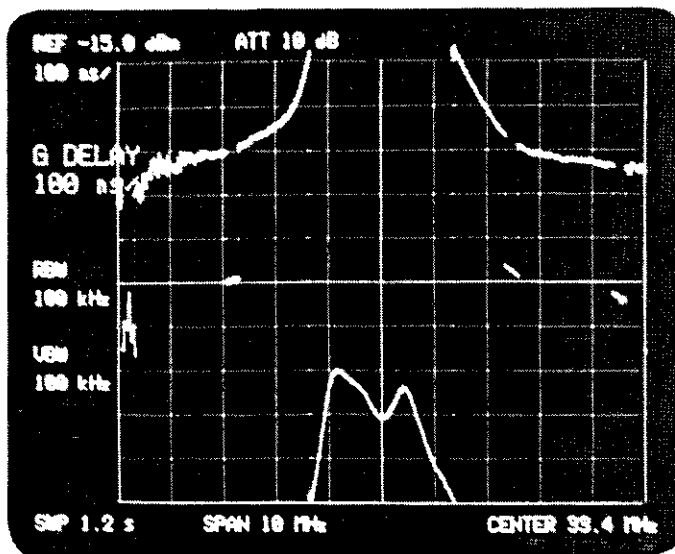

図7-7 グループ・ディレイの観測
- ⑨ **GROUP DELAY** スイッチを押しますと、フィルタのグループ・ディレイが観測できます。(図7-7)